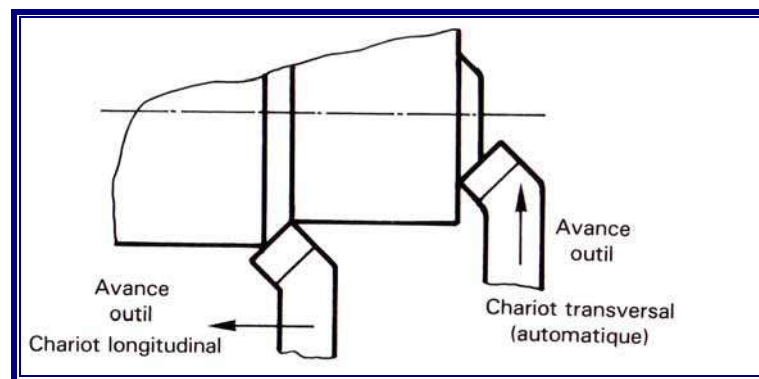

Figure 1
- La perpendicularité des deux faces est réalisée sans démontage de la pièce (fig. 1).